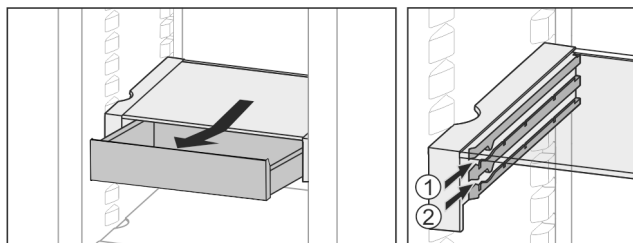

Fig. 36
- ▶ In beliebiger Höhe Fig. 36 (1) oder Fig. 36 (2) einschieben.